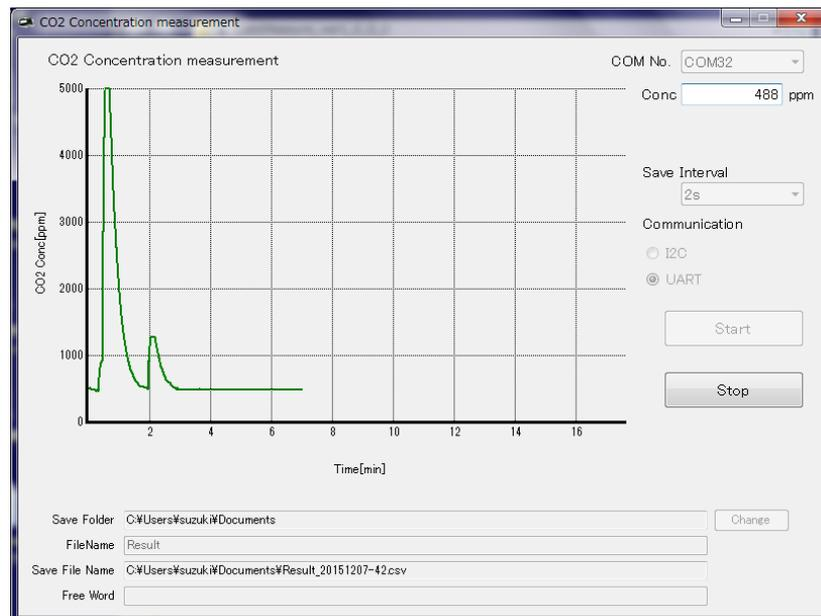

図9 測定データの表示例
⑪ 測定の開始
- ・ 測定周期は2秒周期で、画面上では最新の測定データから約17分前までの測定データが表示されます。(図9)